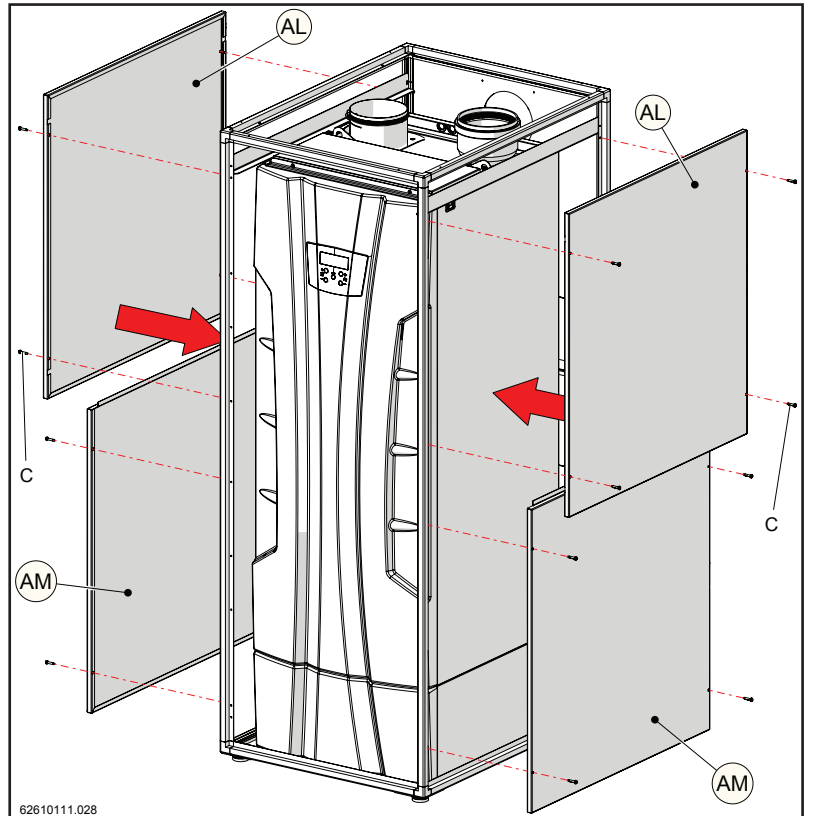

Figure 15-62
- 14.- Appliquer les couvertures latéraux (AM) (avant) et (AL) (après), et les fixer à la structure avec les vis "C" (figure 15-62).